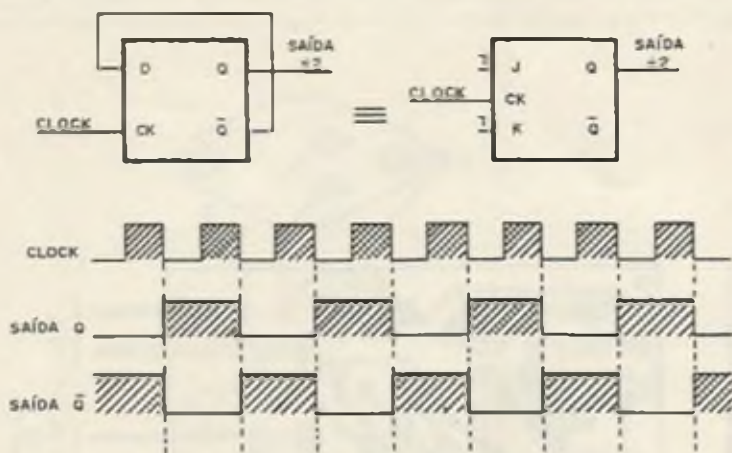

FIGURA 2
Voltando aos flip-flops, é importante explicar o seu funcionamento e dar maior atenção à configuração utilizada, que pode ser vista na figura 2. O flip-flop em questão é do tipo Data (D) e equivale, do modo como está ligado, a um flip-flop JK com as entradas J e K em nível "1"; a cada pulso de clock a saída comutará, passando de "1" para "0" e vice-versa, resultando num divisor de frequência por 2 (ou contador de 0 a 1).